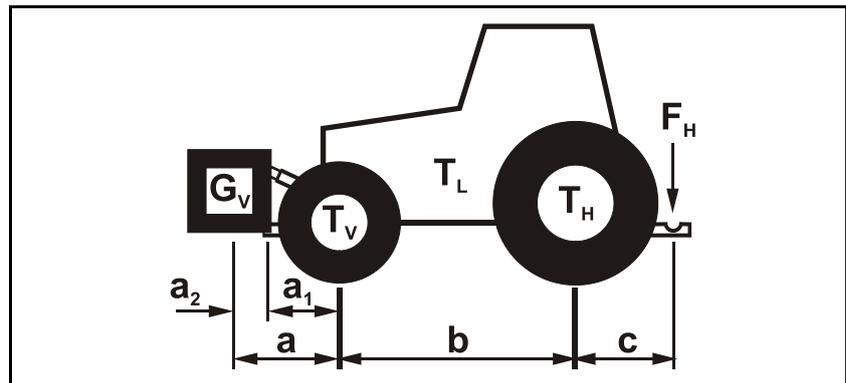

Fig. 24
Die Druckvorrichtung (Fig. 24/1) erhöht den Walzen-Druck auf den Boden.
1. Beide Kontermuttern (Fig. 24/2) lösen.
2. Schraube (Fig. 24/3) hineindrehen.